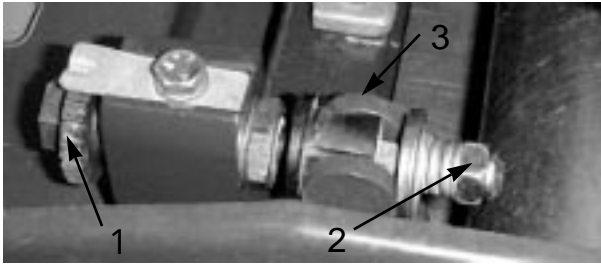

図 48
1. ベッドバー調整ネジを左に回して下刃をリールから離す（図48）。
2. テンション・ネジをゆるめ、ワッシャに掛かる力を完全に解除する(図48)。